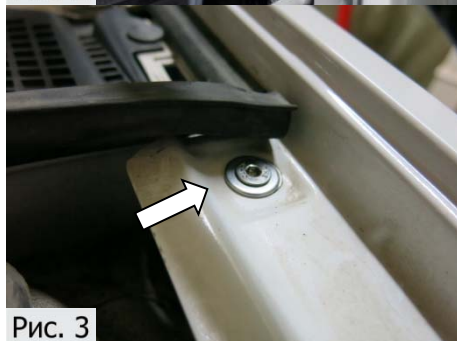

Рис. 3
3. Заменить второй болт крепления крыла (ближний к лобовому стеклу) на винт M6x16 с шайбой 6. Затянуть винт M6x16 вставкой-битой HEX4мм с усилием 9 Нм, (Рис.3).